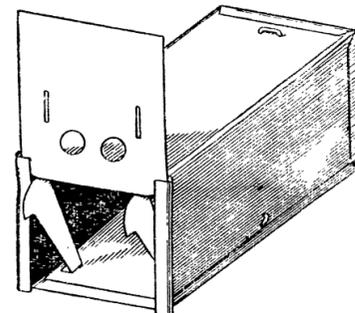

Рис. 10. Живоловка с падающей дверцей (общий вид)
**Металлическая живоловка с падающей дверцей** (рис. 10). Устройство этой ловушки еще проще, чем предыдущей. Ее корпус изготавливают из жести. Для этого по рисунку 11 вырезают заготовку, сгибают ее и пропаявают. В нижней средней части боковых стенок сверлят по отверстию для оси сторожка. Выступы